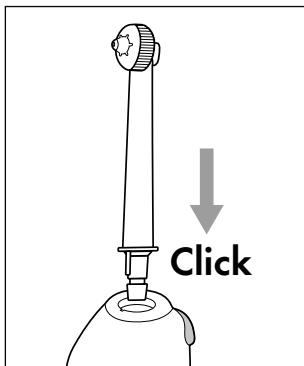

Abb.2
- ◆ Stecken Sie eine Aufsteckdüse **2** auf das Handteil **4**. Drücken Sie die Aufsteckdüse **2** in die Öffnung, bis die Aufsteckdüse **2** hörbar im Handteil **4** einrastet. Achten Sie dabei auf die richtige Position der Führungsnase am unteren Ende der Aufsteckdüse **2** und der entsprechenden Aussparung in der Öffnung am Handteil **4** (siehe Abb. 2).